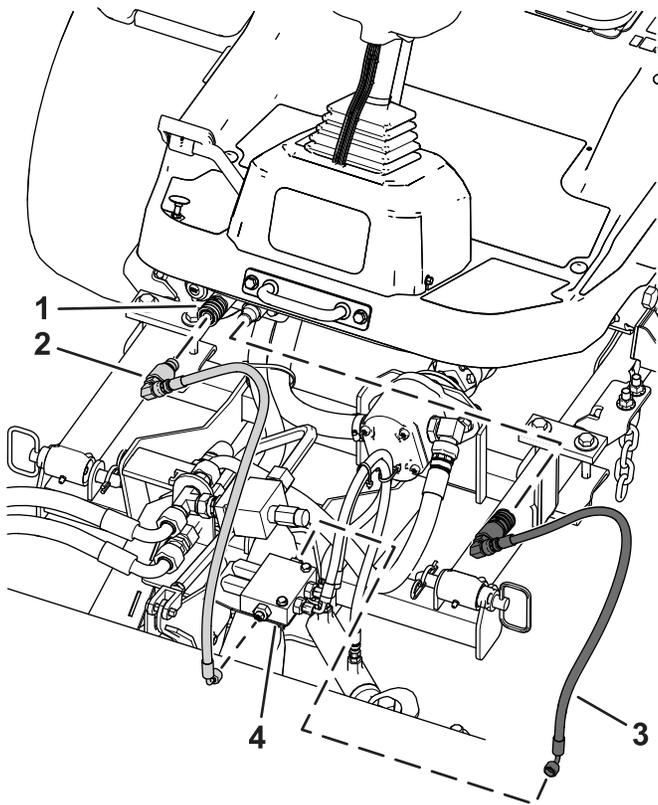
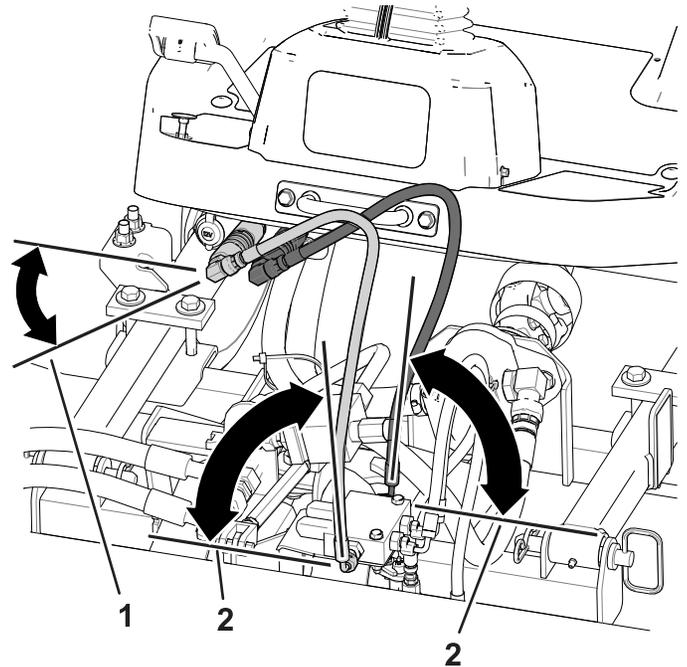

Figura 12
Figura 13
**Nota:** Instale las mangueras con los ángulos indicados en la Figura 13.
1. Instale la manguera hidráulica con acoplamiento macho en la parte delantera del distribuidor de la barredora (Figura 12). Consulte el ángulo correcto en la Figura 13.
3. Conecte la manguera hidráulica al conector hidráulico situado debajo de la columna de dirección (Figura 12).
4. Instale la manguera hidráulica con acoplamiento hembra en la parte trasera del distribuidor de la barredora (Figura 12). Consulte el ángulo correcto en la Figura 13.
6. Conecte la manguera hidráulica al conector hidráulico situado debajo de la columna de dirección (Figura 12).